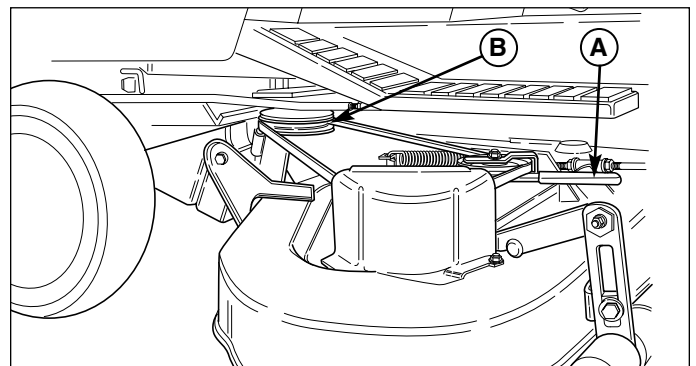

Figure 5. Dépose et pose de la courroie
4. Déplacer le bras de tension (A, Figure 5) pour détendre la courroie. Déposer la courroie de la poulie de PDF (B).
5. Déplacer le bras de tension (A, Figure 5) pour détendre la courroie. Engager la courroie sur la poulie de PDF (B).